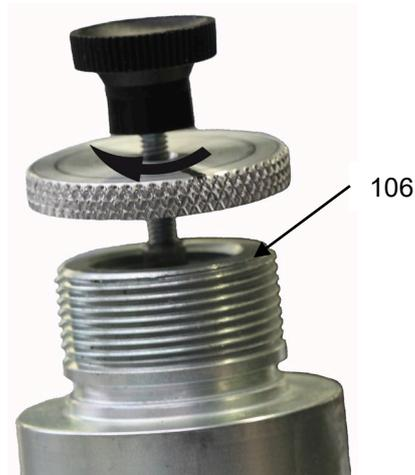

Abb. 4
Die Rändelscheibe auf das Gehäuseoberteil (106) schrauben (Abb. 4).
Abb.4 optional Druckwächter